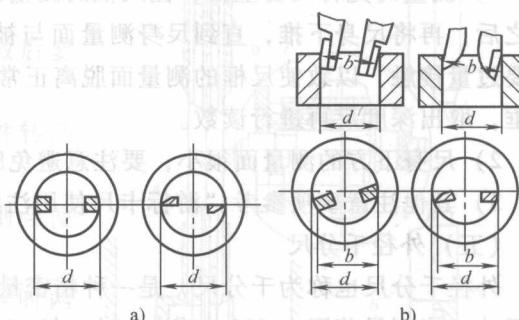

图 1-27 测量内尺寸
- 4) 测量内径尺寸时，量爪应张开到略小于被测尺寸，使量爪自由进入孔内，再慢慢张开并轻轻地接触零件的内表面。量爪应在孔的直径上，不能偏歪，如图 1-27 所示。